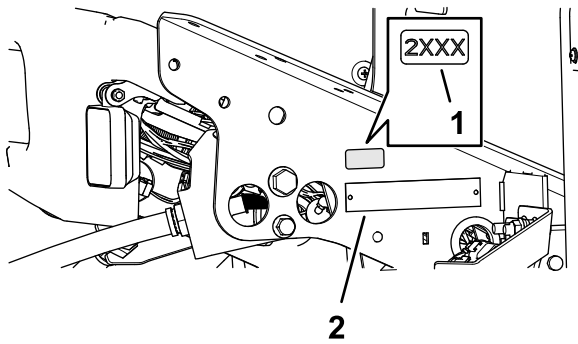

図 36
1. 消毒用アルコールときれいなウェスで、フードロックを取り付けた場所の隣の部分をきれいにぬぐって表面を乾燥させる 図 36。